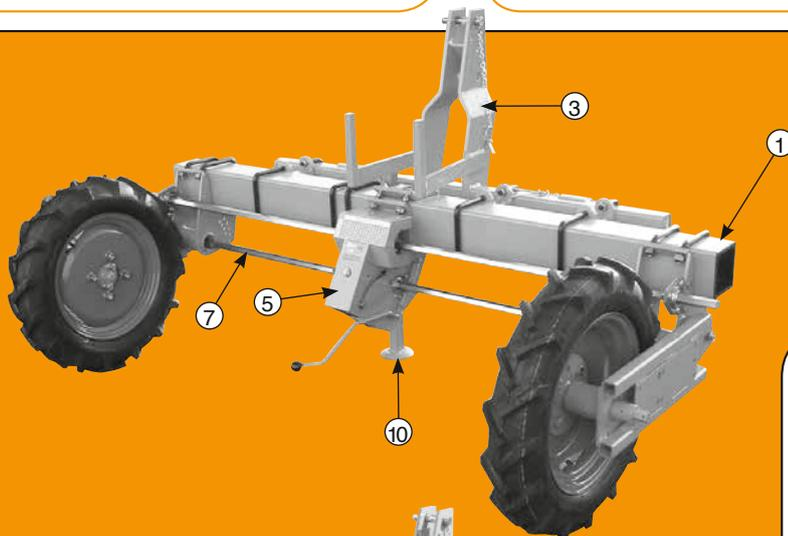

Fig. 1
- D'une barre porte-outils ① dont la longueur dépend du nombre de rangs et de l'inter-rangs.
- en version «Maraîcher» ③ (fig. 1 - 2).
- Soit en version simple entraînement ④ pour utilisation avec boîte de distances ⑤ (fig. 1) dans le cas d'inter-rangs supérieurs à 36 cm.
- A toolbar ① the length of which depends on the number of rows and the row spacing.
- in the «vegetable» version ③ (fig. 1 - 2).
- Either in simple standard version ④ for use with spacing gearbox ⑤ (fig. 1) for planters with spacing gearbox ⑤ (fig. 1) for planters with row spacings of more than 36 cm (14").
- Ein Rahmen ① - dessen Länge von der Anzahl der Reihen und dem Reihenabstand abhängt.
- in der «Gemüse» Version ③ (Fig. 1 - 2).
- entweder in der einfachen Standard-Version ④ zum Gebrauch mit dem zentralen Getriebe ⑤ (Fig. 1) für Sämaschinen mit Reihenabständen von mehr als 36 cm (14").
- Una barra porta-elementos ① cuya longitud depende del número de filas y del espacio entre filas.
- en versión «hortícola» ③ (fig. 1 - 2).
- En versión simple tracción ④ para utili con caja de distancias ⑤ (fig. 1) en caso de entrefilas superior a 36 cm.